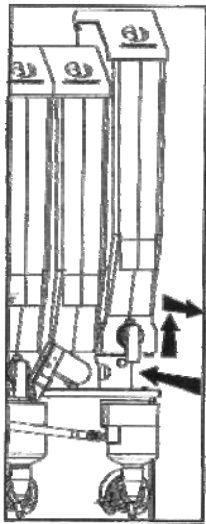

Рисунок 5.04.1
- Снимите контейнеры для растворимого продукта, которые расположены в блоке перемешивания (рисунок 5.04.1) и поместите их в чистое продезинфицированное